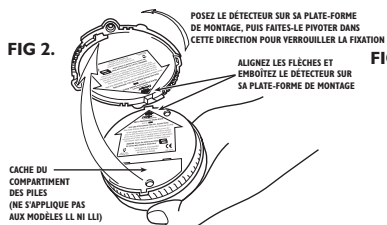

FIG 2.
- a. Au dos du détecteur, ôtez la vis du cache du compartiment à piles, puis retirez ce cache (voir la Figure 2). Insérez deux piles neuves AAA (livrées avec le détecteur-avertisseur de fumée neuf) dans le compartiment des piles en veillant à les orienter correctement (reportez-vous au diagramme figurant au dos du détecteur). Patientez dix secondes, puis testez le détecteur (voir section 10 : PILES).
5. Alignez la flèche au dos du détecteur sur la flèche située à l'intérieur de la plate-forme de montage, puis emboîtez le détecteur sur sa plate-forme de montage (voir Figure 2). Une fois le détecteur en place, faites-le pivoter dans le sens inverse des aiguilles d'une montre afin de solidariser les deux parties. Sur les modèles L et Li, cette rotation suffit pour que le détecteur soit prêt à fonctionner.